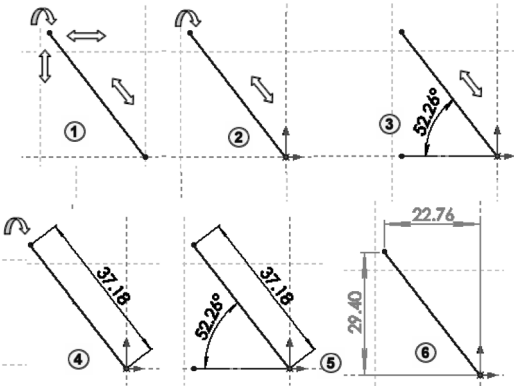

图 2-2 直线的自由度
没有任何限制的直线可以沿水平方向和垂直方向任意移动、旋转及沿长度方向伸缩，如图 2-2 中①所示。固定一个端点后，直线只能旋转和伸缩，如图 2-2 中②所示。若给定角度，直线只能伸缩，如图 2-2 中③所示；若给定长度，直线只能旋转，如图 2-2 中④所示；若给定长度和角度，直线被完全固定，自由度为 0，如图 2-2 中⑤所示。若固定两端点，直线被完全固定，如图 2-2 中⑥所示。